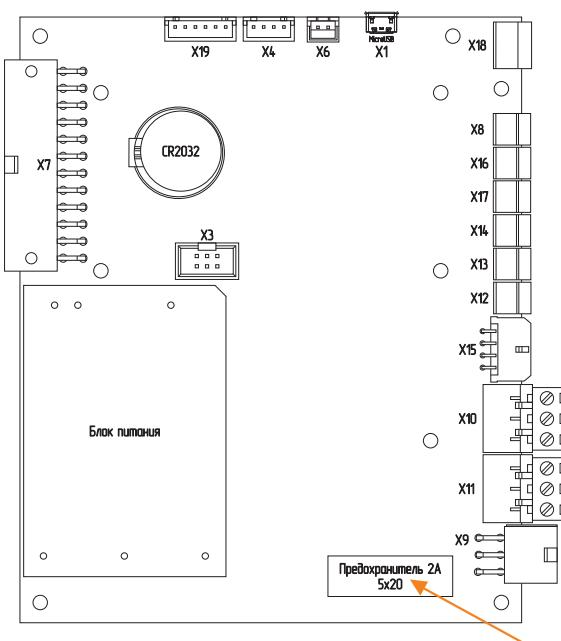

Рис.22 Плата контроллера
3. замените предохранитель Рис.22 (запасной предохранитель в базовой комплектации котла).